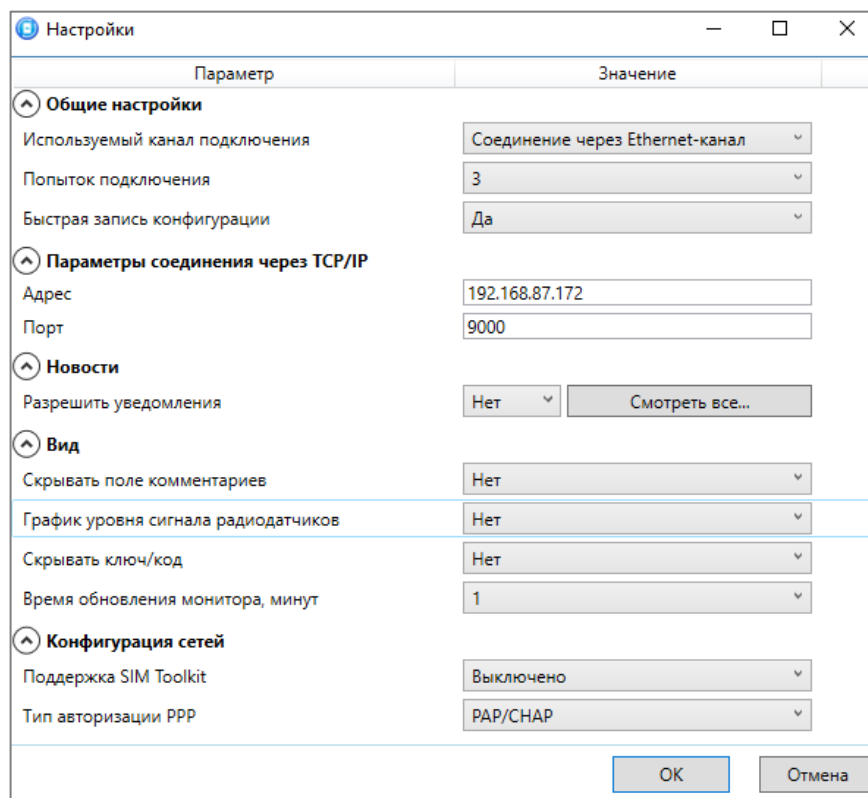

Рисунок 4.12 — Окно *Настройки*
- 2) В раскрывающемся списке *Используемый канал подключения* вариант *Соединение через Ethernet-канал* и укажите количество попыток подключения (см. рисунок 4.12).